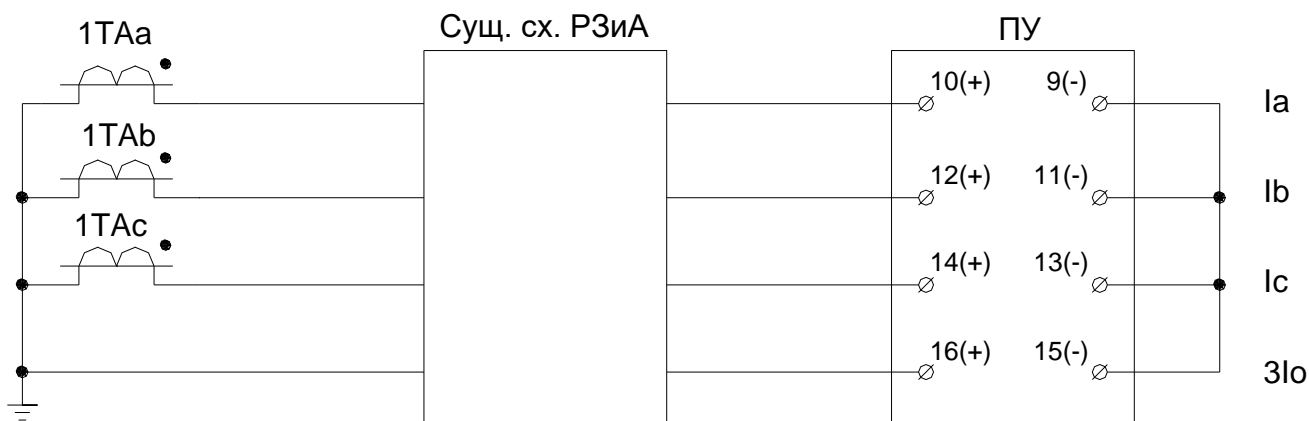

Рисунок 15 Схема подключение цепей переменного тока вариант 1
5.4.4.8 Входы аналоговых сигналов для измерения силы переменного тока подключить в соответствии со схемой рисунок 15 или 16, в зависимости от существующих схем релейной защиты автоматики у Заказчика